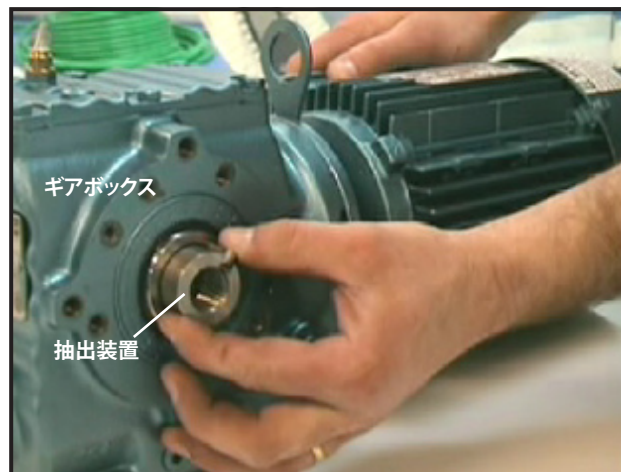

図36: 抽出装置を挿入
- 駆動シャフトが挿入されるギアボックスと同じ側の端に抽出装置を挿入します(図36)。抽出装置ボルトは、ギアボックスで保持リング上で「下部が一致する」ようにします。